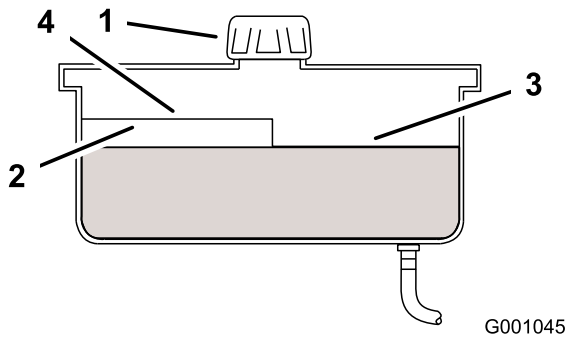

Figure 50
- Nettoyez la surface autour du goulot de remplissage du réservoir hydraulique (Figure 50).
- Enlevez le bouchon du goulot de remplissage et vérifiez si le réservoir contient du liquide (Figure 50).
Remarque: Lorsque l'huile est chaude, le niveau de liquide doit atteindre le haut du repère "à chaud" sur le déflecteur (Figure 50).